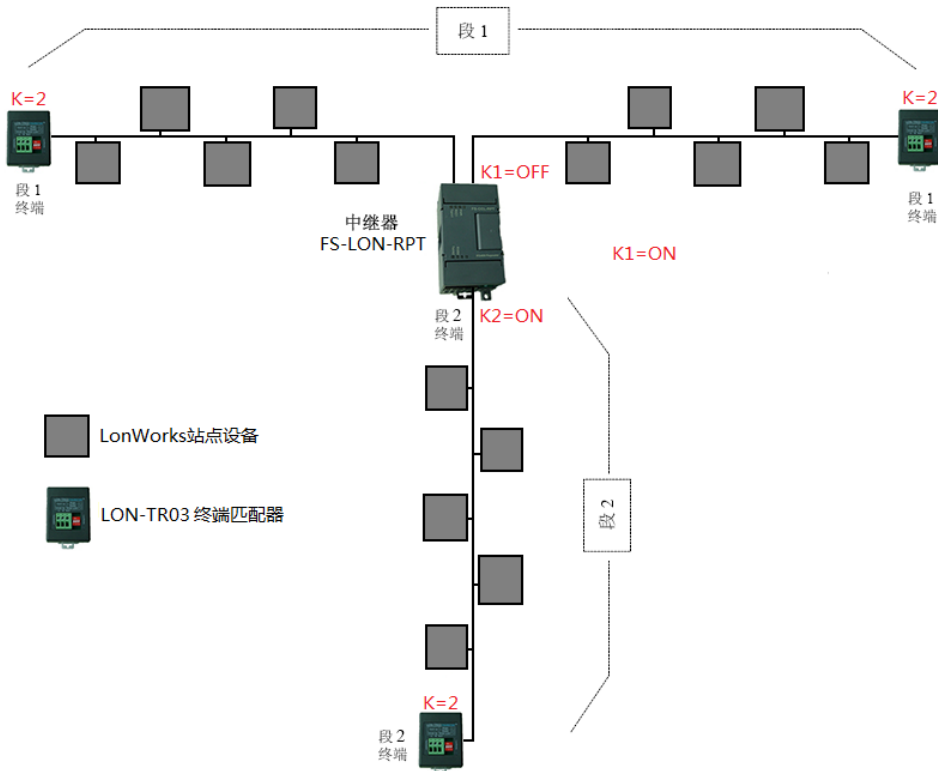

图 6-2 用 FS-LON-RPT 中继器实现总线分支
- 用中继器将总线段 1 分支后连接另一总线段 2。图 6-2 中的中继器在总线段 1 中是一个节点，在总线段 2 中则是终端。段 1 和段 2 均为双终端总线拓扑，允许最大长度 2700 米。